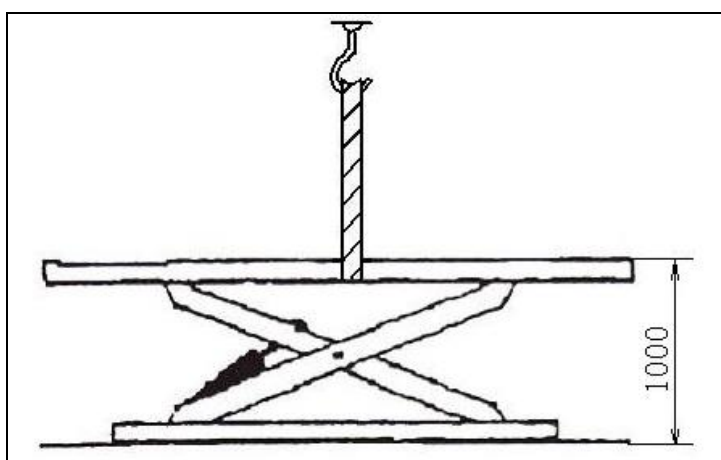

Fig. 19
- Pentru a ridica platforma (**Fig. 19**) folosiți un stivuitor sau alte dispozitive de ridicare și asigurați-vă că clichetul de siguranță al mașinii este atât activat, cât și blocat.